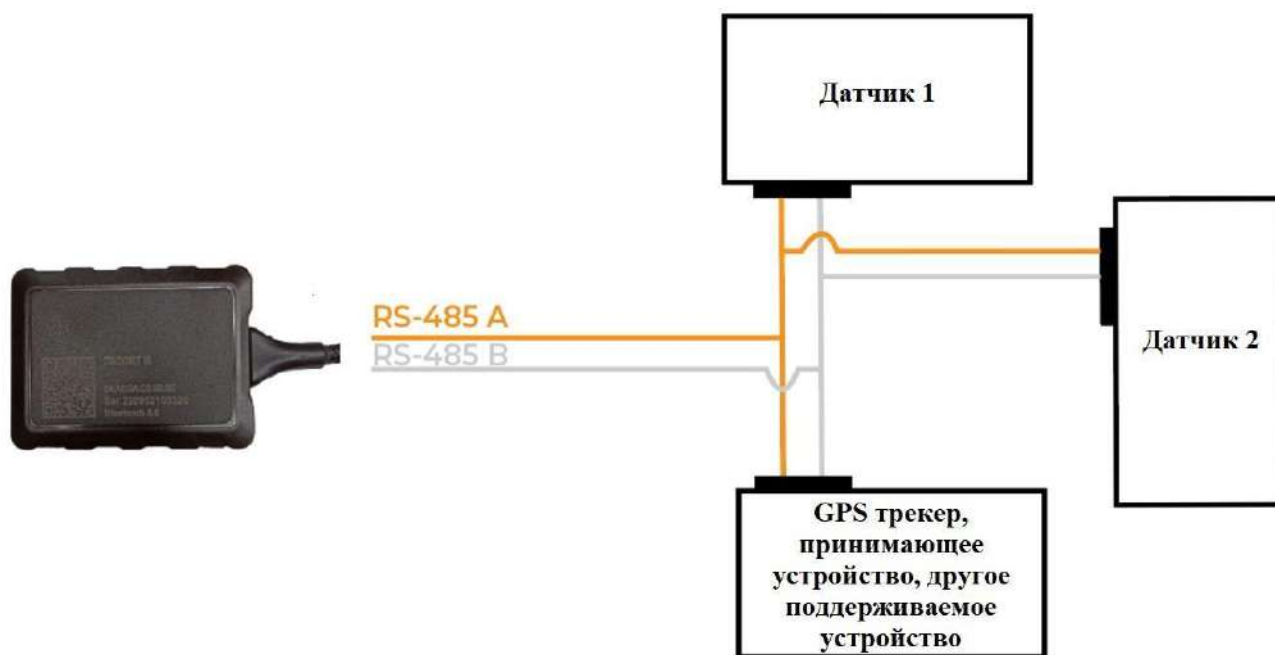

Рис. 73 Схемы подключения: И-5, проводной датчик(и) (RS-485) и трекер/шлюз
2.10.4 На схеме подключения (Рис. 73) показано, как подключить индикатор И-5, проводной датчик(и) и внешнее устройство с помощью интерфейса RS-485. Возможно использование И-5 в пассивном режиме RS-485, чтобы он мог прослушивать ответы проводных датчиков, которые они передают при получении запросов данных от внешнего устройства, и отвечать на запросы, отправленные тем же внешним устройством, отправляя в ответ на них данные датчиков BLE, которые И-5 получает через соединение BLE.